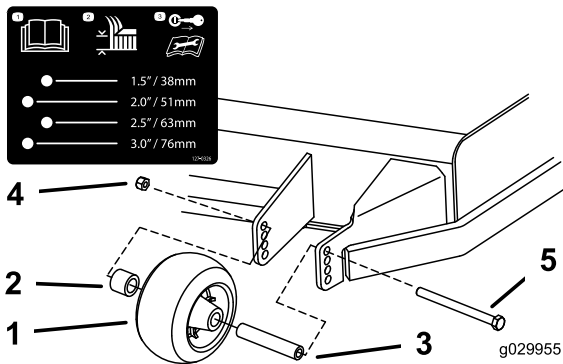
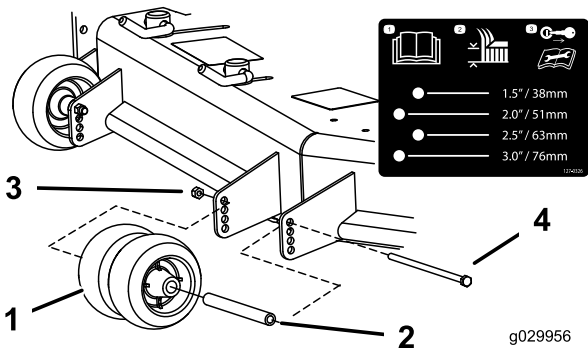

Figura 32
Figura 33
- Ajuste los rodillos protectores del césped, tal y como se muestra en la Figura 32, la Figura 33 y la Figura 34.